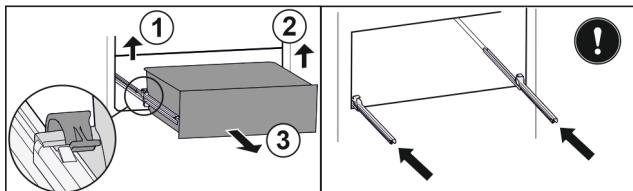

Fig. 69
- Повдигнете лявата скоба и едновременно с това изтеглете напред чекмеджето отляво. Fig. 69 (1)
- Повдигнете дясната скоба и едновременно с това изтеглете напред чекмеджето отдясно. Fig. 69 (2)
- Извадете чекмеджето напред. Fig. 69 (3)